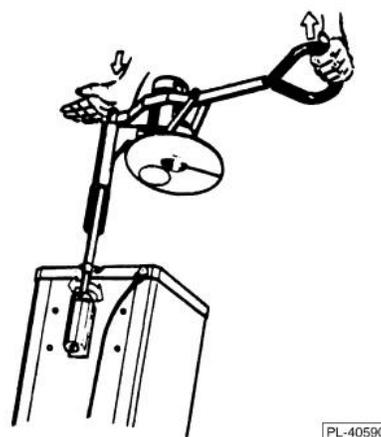

Fig. 3
- 2.- Empújelo en el eje con la mano derecha hasta su tope (Fig.3). El perno en el eje del empujador debe deslizarse en la muesca del soporte.